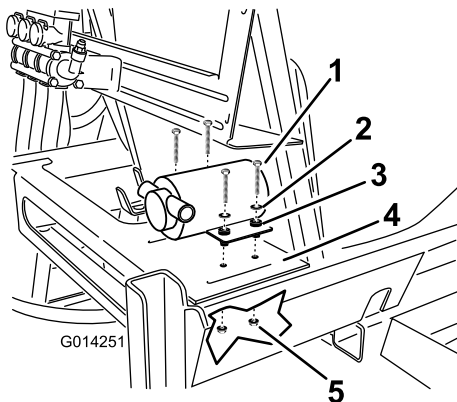

图19
1. 如图19所示，将冲洗水箱泵安装在主药缸右后侧药缸机架的平台上。
2. 用 4 个螺栓、4 个垫圈和 4 个锁紧螺母将冲洗水箱泵固定在机架上（图19）。